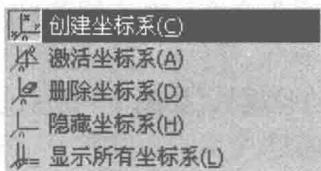

图1-4 坐标系的创建
- ① 选择“工具”→“坐标系”→“创建坐标系”命令，如图1-4所示。